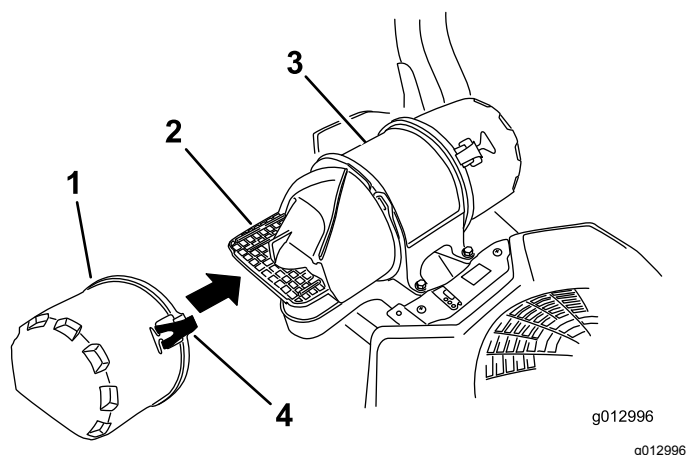

Figure 49
3. Ouvrez les dispositifs de verrouillage du filtre à air et séparez le couvercle d'entrée d'air du boîtier du filtre (Figure 49).
5. Reposez le couvercle d'entrée d'air et fixez-le avec les verrous (Figure 49).